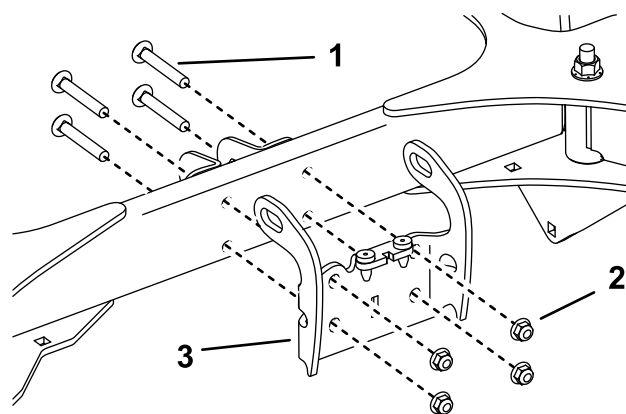

Figure 4
1. Retirez les 4 boulons de carrosserie ($\frac{3}{8}$ x $2\frac{1}{2}$ po), les 4 écrous ($\frac{3}{8}$ po) et le support de blocage (Figure 4).